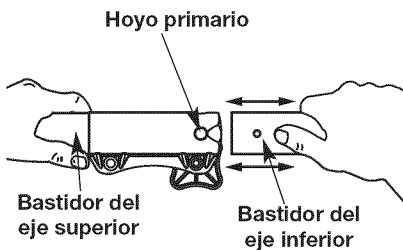
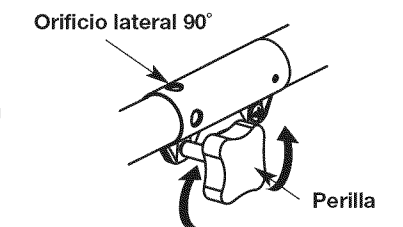

Fig. 6
Fig. 7
1. Gire la perilla en sentido antihorario para aflojarla (Fig. 7).
3. A la vez que sujeta la caja del eje superior, tire del accesorio de corte o cualquier otro accesorio recto hacia afuera del acoplador Convertible™ (Fig. 6).
**PRECAUCIÓN:** Antes operar esta unidad, está seguro que el botón de la liberación es chasqueado completamente en el hoyo primario (Fig. 6), y que la perilla (Fig. 7) es apretado firmemente.
2. A la vez que sostiene firmemente el accesorio de corte u otro accesorio, empújelo derecho hacia el interior del acoplador Convertible™ hasta que el botón de desconexión encaje sólidamente en el orificio principal (Fig. 6).
3. Gire la perilla en sentido horario para ajustarla (Fig. 7).
Para realizar recortes decorativos con el accesorio de corte de cabezal de línea u otro accesorio, trabe el botón de desconexión del accesorio de corte u otro accesorio en el interior del agujero de 90° (Fig. 7).